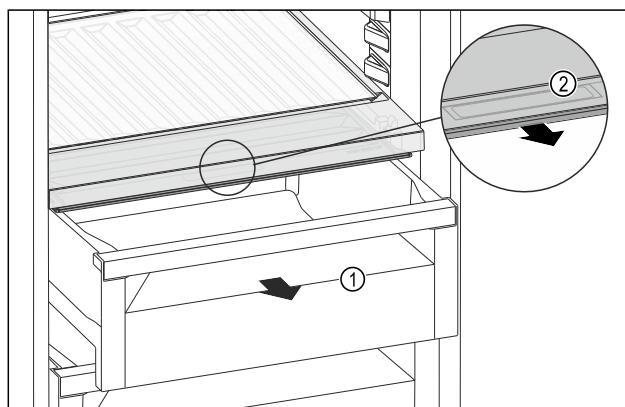

Fig. 173
- Estrarre il cassetto Fig. 173 (1).
- Afferrare la maniglia incassata Fig. 173 (2) sul coperchio dello scomparto e tirare allo stesso tempo in avanti il coperchio dello scomparto.